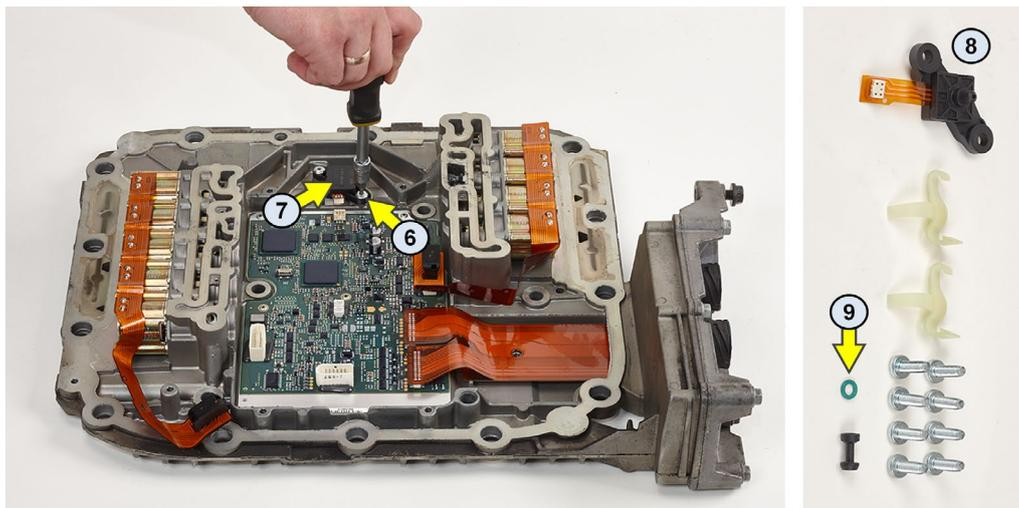

Fig. 2 Nouvelles pièces du kit de réparation
- Pour monter le nouveau capteur de pression (8), utiliser toutes les nouvelles pièces contenues dans le kit de réparation, voir chapitre "Fig. 2 Nouvelles pièces du kit de réparation" page 36.